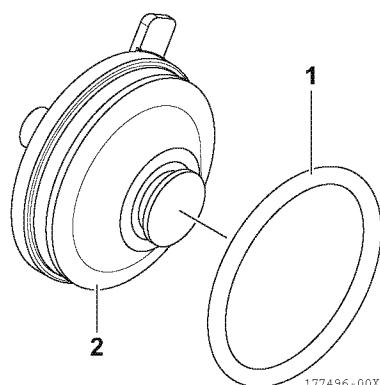

Figura 16
7. Rimuovere l'O-ring (1, **Figura 16**) dal gruppo coperchio (2, **Figura 16**).